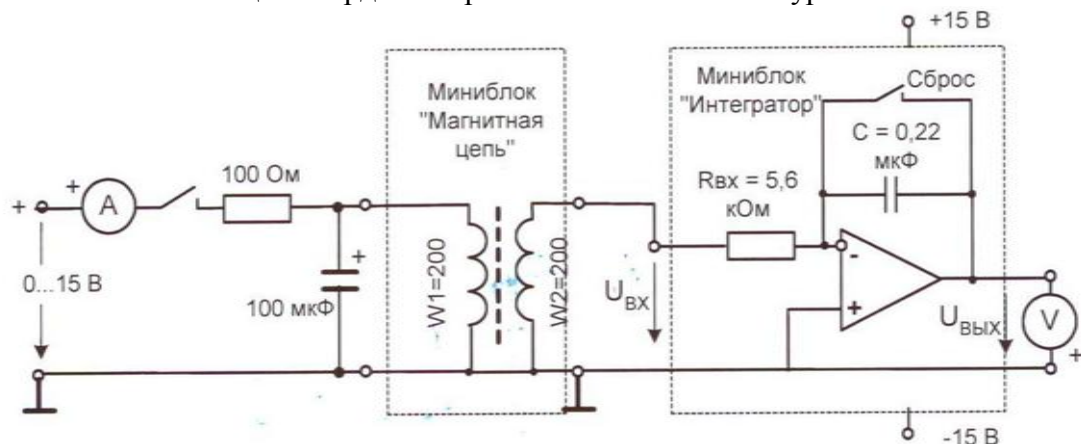
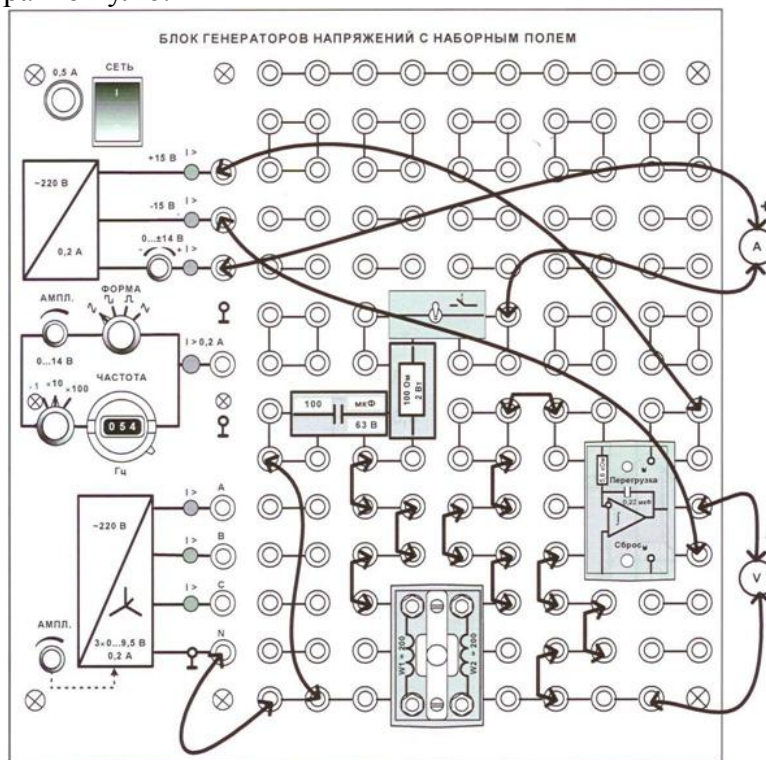

Рис. 7.3. Принципиальная схема установки
Рис. 7.4. Монтажная схема
5.1. Соберите электрическую цепь согласно принципиальной схеме (Рис. 7.3) и монтажной схеме (Рис. 7.4). Конденсатор 100 мкФ в этой цепи установлен для того, чтобы после отключения цепи сердечник размагничивался в контуре L-C.